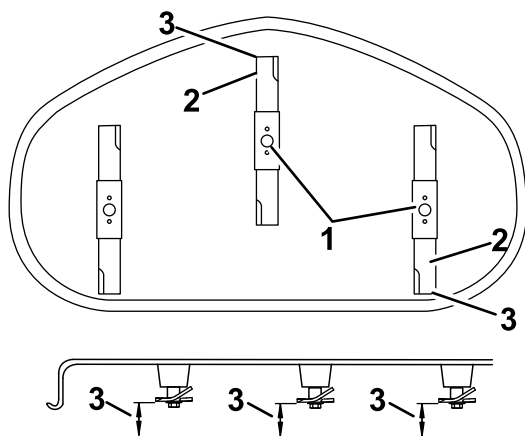

Figura 70
5. Meça da ponta da lâmina da frente até à superfície plana e da ponta da lâmina de trás até à superfície plana (Figura 69 ou Figura 70).